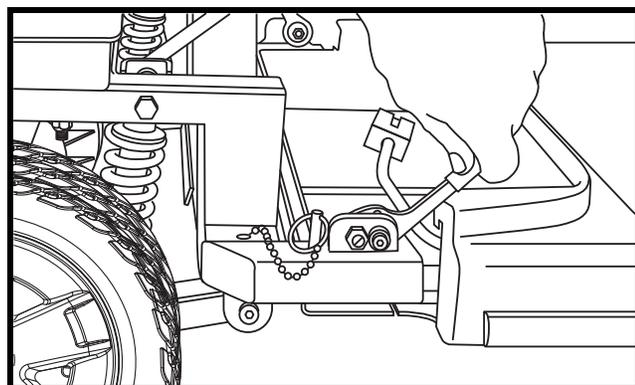

Figure 22. Levier de blocage (Position débloquée)
8. Poussez le levier de blocage vers l'avant pour débloquer puis retirez les goupilles. Voir les figures 22 et 23.